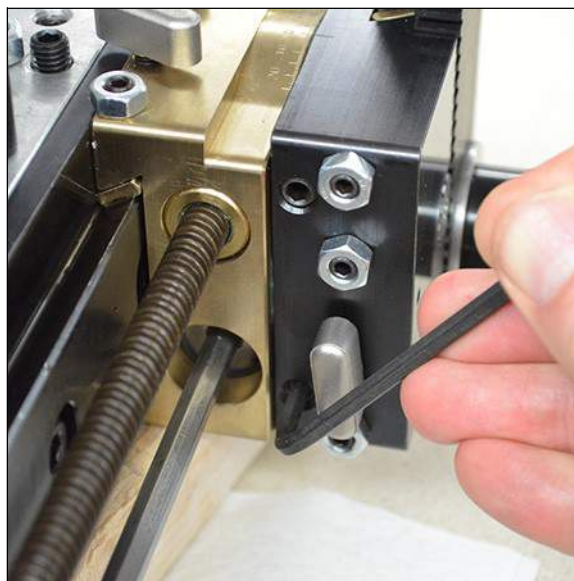

FIGURA 3-28. AFLOJE LOS TORNILLOS DE FIJACIÓN DE BLOQUEO GIRATORIO
1. Con una llave hexagonal de 4 mm, afloje los tornillos de fijación de bloqueo giratorio en el lado del tornillo horquilla de la cabeza de la herramienta (Figura 3-28) dos vueltas completas.